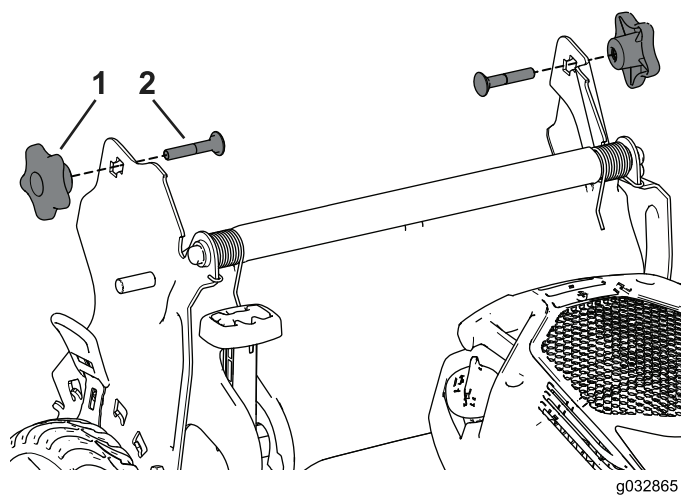

Figura 29
3. Inserite il bullone a testa tonda (con la testa del bullone rivolta verso l'interno) attraverso la staffa della stegola e il foro superiore nell'estremità della stegola. Assicuratevi che i bordi quadrati di ciascun bullone a testa tonda si inseriscano nel foro quadrato superiore o inferiore nella relativa staffa della stegola (Figura 29).